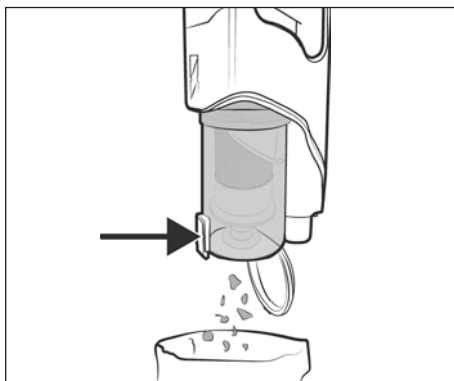

Fig. 19
- 2) Tenere il contenitore della polvere **7** in una pattumiera e premere il tasto di sblocco per il coperchio del contenitore della polvere **8**. Il coperchio del contenitore della polvere **9** si apre e il contenuto viene svuotato nella pattumiera (vedere fig. 19). Quindi richiudere il coperchio del contenitore della polvere **9**.